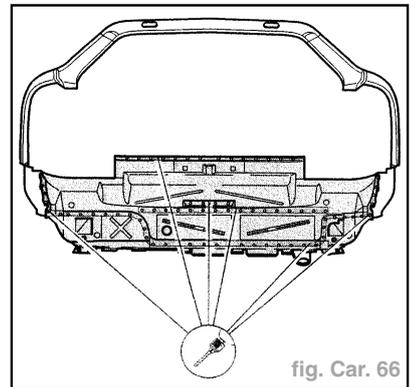

fig. Car. 66
- Défaire à l'arrière, la soudure d'origine avec le plancher du coffre à bagages et le support de la serrure (fig. Car. 66).